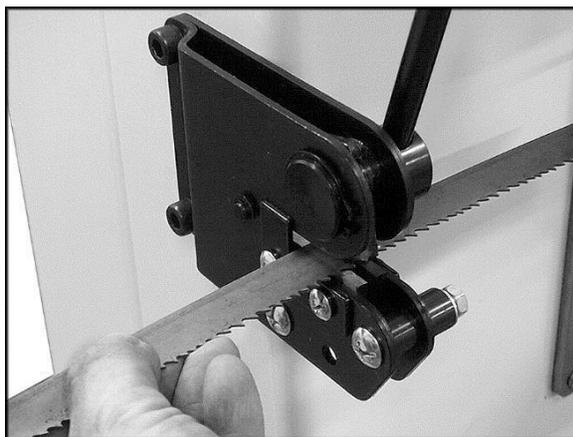

Figure 12
2. Positionner la lame contre le guide de coupe à angle droit par rapport à la cisaille. Voir Figure 12. Assurez-vous que la lame est maintenue à